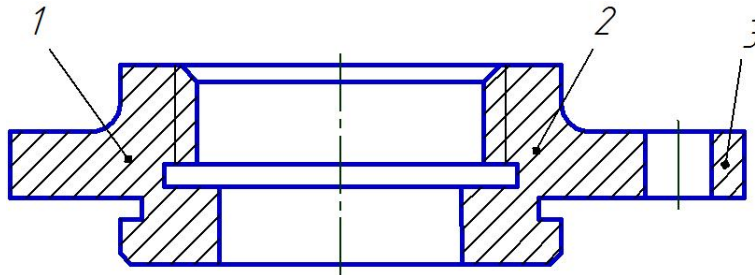

Рис. 2.39. Штрихование разреза
1. Заштрихуйте область разреза (рис. 2.39).